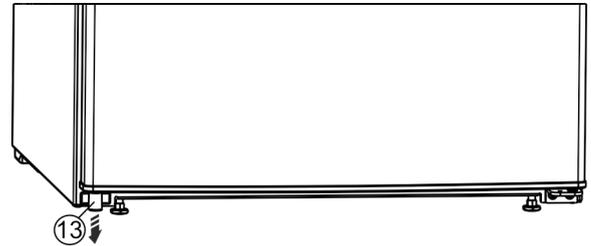

Fig. 4
- ▶ Unten links das Distanzteile Fig. 4 (13) aus der Tür herausnehmen.